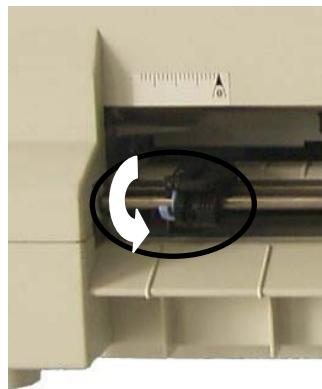

图 3-9 调整链轮位置
5. 将左链轮移至左边适当位置（“0”位置表示横向起始打印位置）。左链轮移至最左时，打印起始位置距纸定位孔中心约 2.0cm。按下左链轮锁定杆以锁定左链轮。将右链轮移至适当位置，但不要锁定其位置（如图 3-9 所示）。